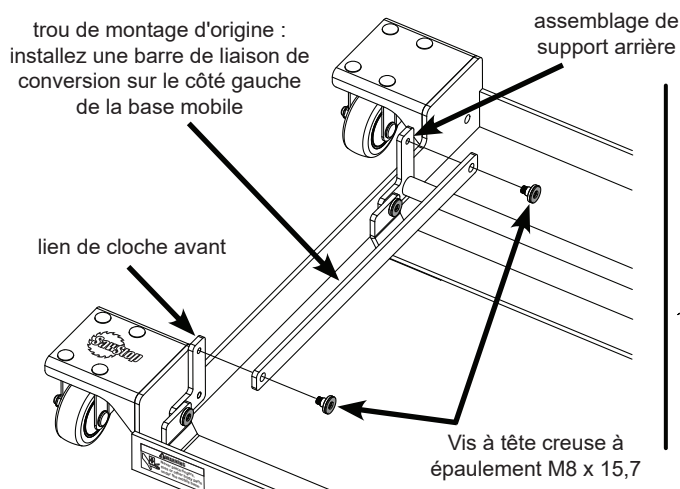
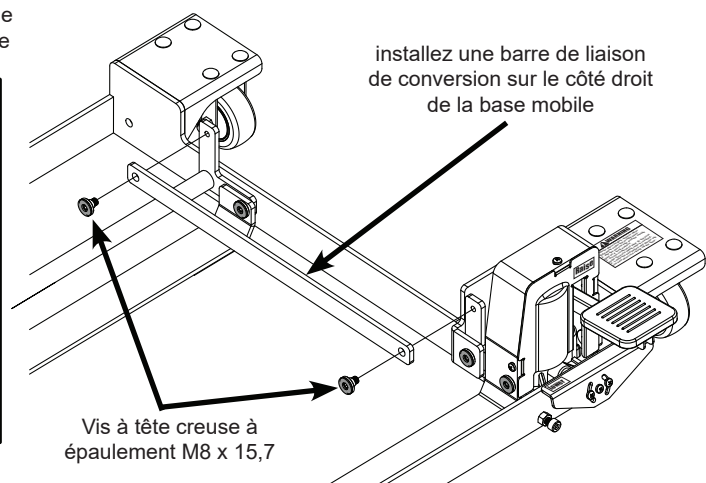

Fig. 5a
Fig. 5b
5. Localisez les deux barres de liaison de conversion et les quatre vis à tête creuse à épaulement M8 x 15,7 restantes. Utilisez deux des vis à épaulement M8 x 15,7 pour installer l'une des barres de liaison de conversion sur le côté gauche de la base mobile (voir la figure 5a). Les vis traversent les trous de dégagement de la barre de liaison de conversion et se vissent dans les trous correspondants du support arrière et du lien de cloche avant. Utilisez les deux vis à tête creuse à épaulement M8 x 15,7 restantes pour installer l'autre barre de liaison de conversion sur le côté droit de la base mobile (voir fig. 5b). Serrez à fond les quatre vis avec une clé hexagonale de 5 mm.